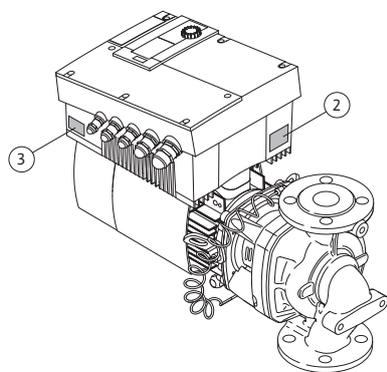

Fig. 12: Disposição das placas de identificação:
- A placa de identificação do acionamento encontra-se no módulo eletrônico, do lado das passagens dos cabos (Fig. 12, pos. 3). A ligação elétrica deve ser estabelecida de acordo com as instruções da placa de identificação do acionamento.